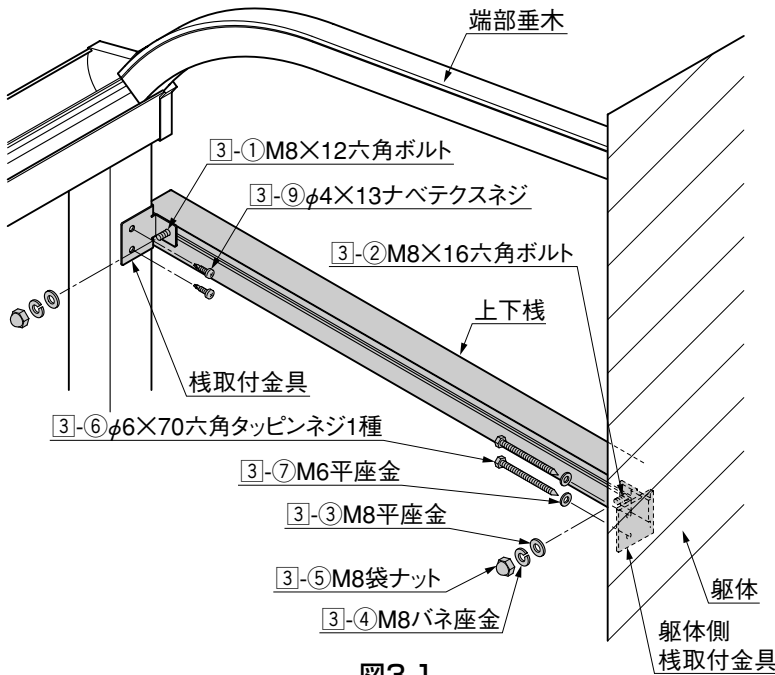
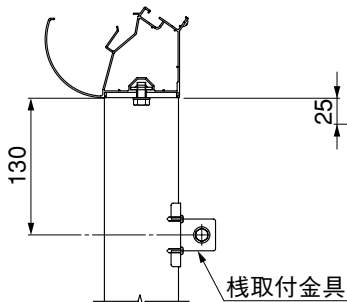
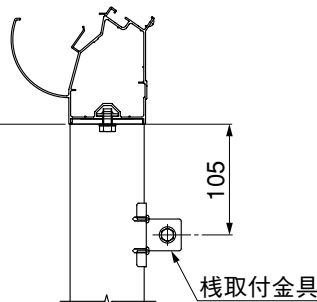

図3-1
図3-2 600タイプ
図3-3 600タイプ 2.5間通し
① 上下棧の上側が取付く棧取付金具を③-⑨で柱に固定してください。(図3-1、図3-2、図3-3参照)
② 上下棧のボルトホールに③-①、③-②を各1個ずつ挿入してください。(図3-1参照)
④ ②に躯体側棧取付金具を取付け③-③、③-④、③-⑤で仮止めしてください。
⑤ 棧取付金具に③-①を差込み③-③、③-④、③-⑤で固定してください。(図3-1参照)
⑥ 躯体側棧取付金具を③-⑥、③-⑦で固定してください。(図3-1参照)